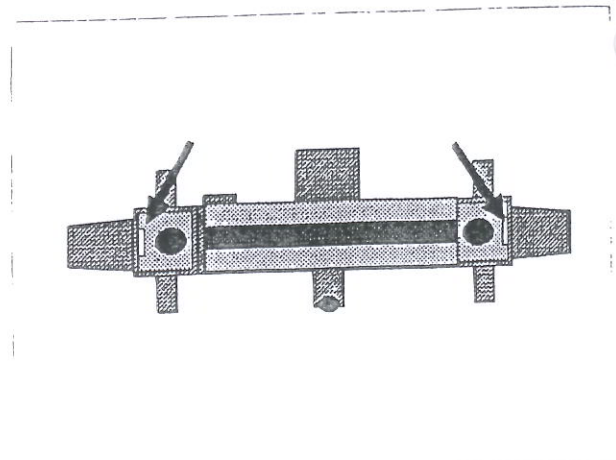

Fig. 14 Het reinigen van de lenzen (bovenaanzicht)
- Reinig nu de lenzen op de manier zoals op de vorige pagina is beschreven (Fig. 14);